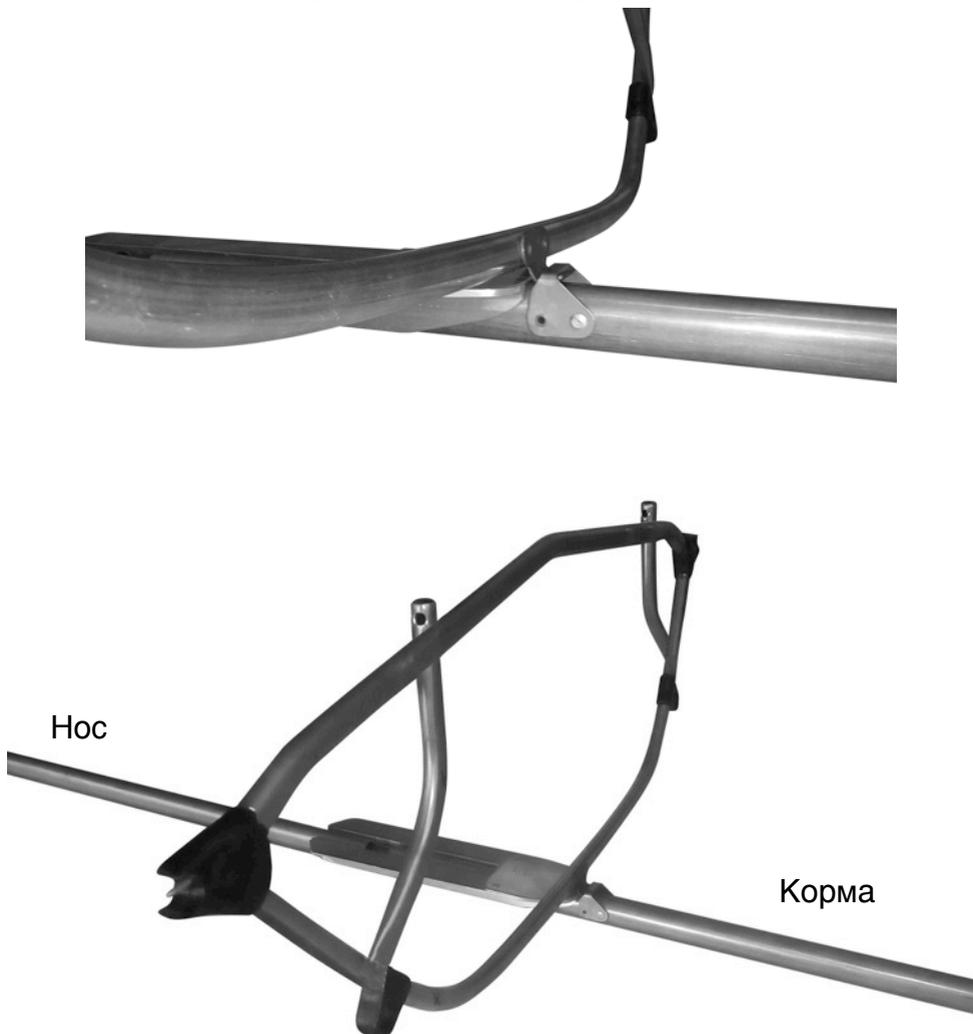

Рис.11. Установка шпангоута 2 над замком кильсона.
12. Установите шпангоут М (7) так, чтобы он запирал замок кильсона, как показано на рис. 11, и закрепите на привальниках. Обратите внимание что пиллерсы шпангоута смотрят в сторону носа (рис.11).